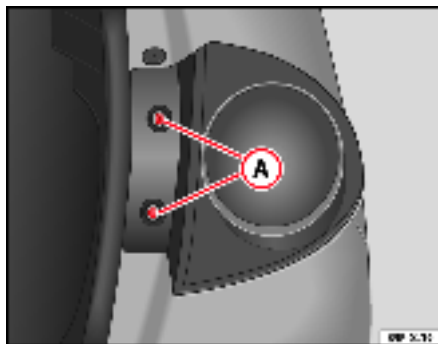

Fig. 190 Feu de position/feu de stop
- Retirez les vis ⇒ fig. 190 **A**